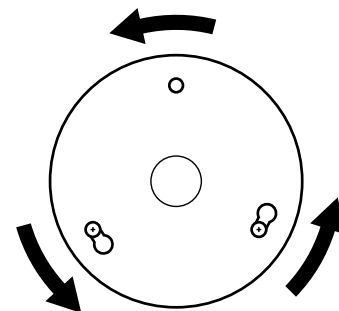

FIGURA 15
D. Gire el bastidor superior de los interruptores hacia la izquierda hasta que los tornillos para el montaje del bastidor queden bien fijados en el extremo angosto de estas ranuras según se muestra en el Figura 15. Instale el tornillo de montaje del bastidor #6-32 x 3/8" en el tercer agujero en el bastidor superior de los interruptores. Apriete estos tres tornillos firmemente.